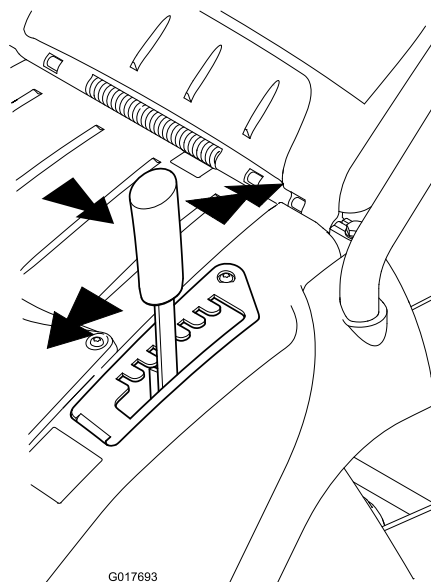

Рисунок 11
1. Возьмитесь за рычаг и потяните его в сторону, чтобы вывести из блокирующей выемки (Рисунок 11).
2. Нажмите вперед для уменьшения или назад для увеличения высоты скашивания (Рисунок 11).
3. Отпустите рычаг в требуемом положении и убедитесь, что он надежно зафиксирован в одном из семи установочных отверстий (Рисунок 11).